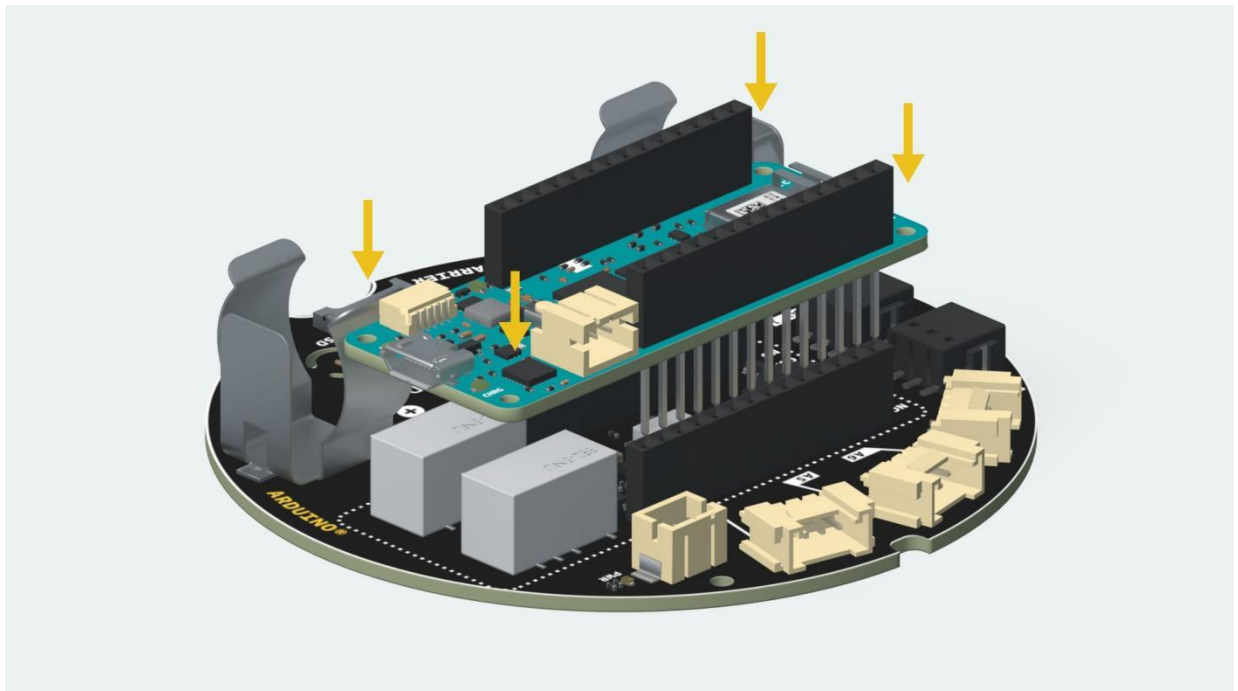

Figura1.
1.- Coloque el Arduino MKR Zero encima del Carrier Arduino MKR IoT como se muestra en la Figura1.
Nota: Asegúrate de conectar la tarjeta de la misma forma que en la Figura1. Una buena manera de hacerlo es mirar los números de pin de la placa y de la Carrier y asegurarse de que coinciden.